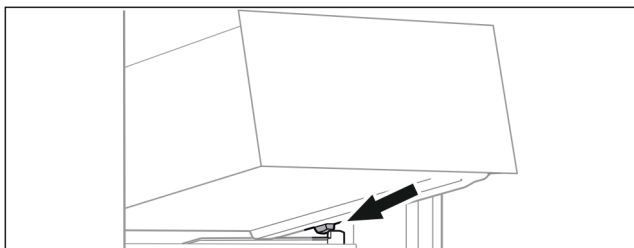

Fig. 49
- ▶ Nasadte zásuvku šikmo za zarážky na žebrování na nádoby. (viz Fig. 49)